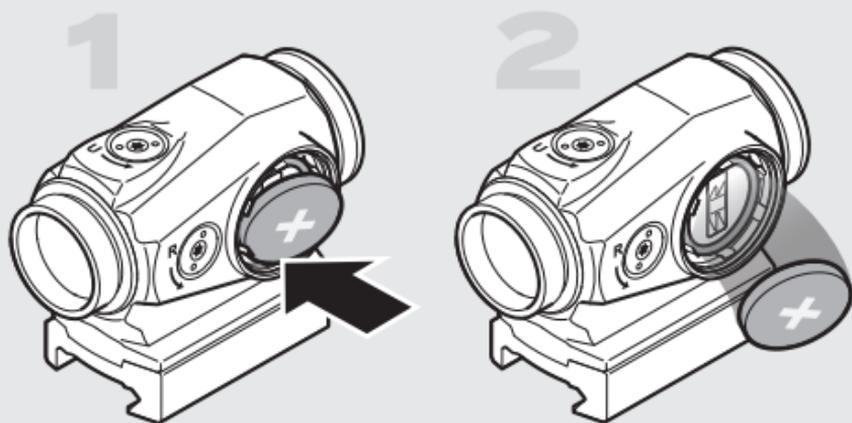

Fig. 2 Installation ou remplacement de la pile
- a Dévisser et retirer le couvercle du compartiment pile (4).
- b Si la pile doit être remplacée, retirer la pile déchargée du compartiment pile en appuyant soigneusement sur un bord, comme illustré sur la Fig. 2.